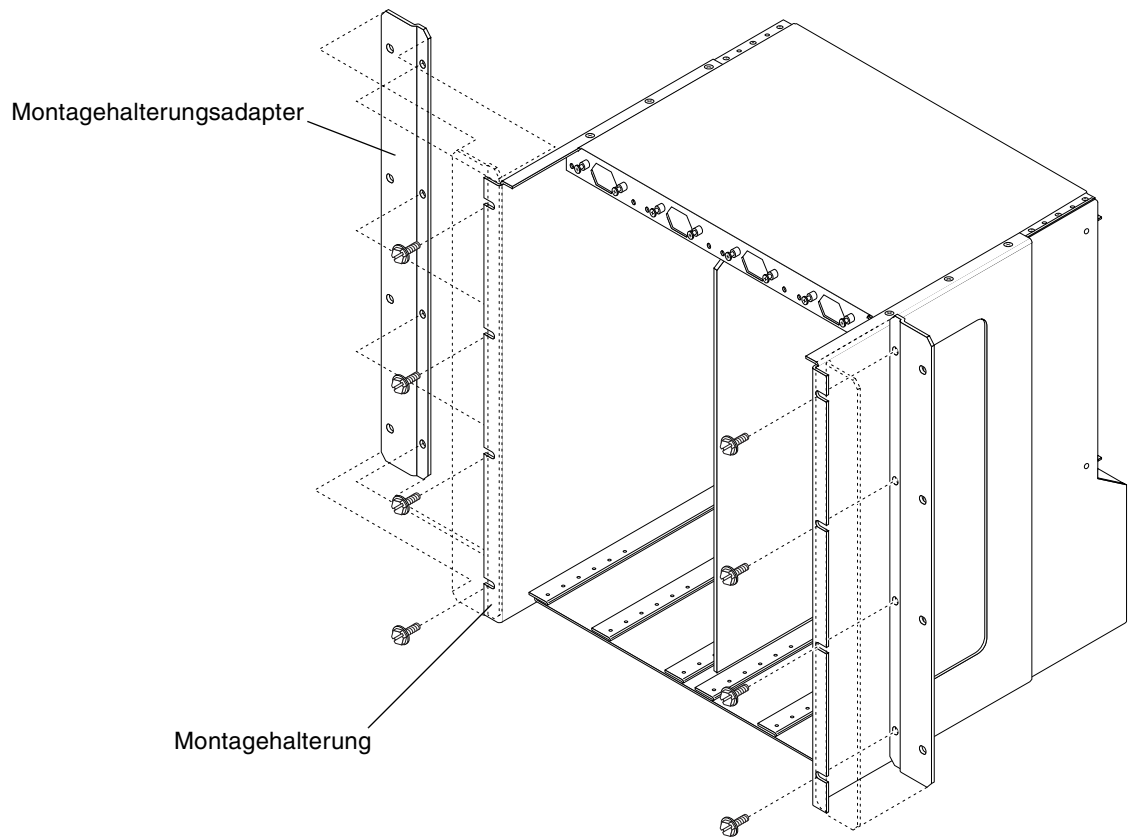

ABBILDUNG 3-2 Adapter für die Montagehalterungen installieren
2. Halten Sie einen der Adapter so hinter die rechte Chassis-Montagehalterung, dass die Löcher des Adapters und die der Montagehalterung übereinander liegen (ABBILDUNG 3-2).